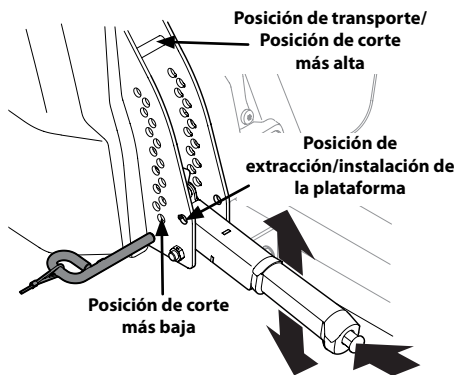

Figura 4-12
- a. Usando la manija de elevación de la plataforma, levante la plataforma a la posición que le ofrece mayor recorrido horizontal de la correa entre las poleas locas de la plataforma y la polea de la PTO en la base del motor. Consulte Figura 4-12.
- d. Baje la plataforma hasta la posición de extracción/instalación usando la manija de elevación de la plataforma. Consulte Figura 4-12.
- e. Baje la plataforma hasta la posición de extracción/instalación usando la manija de elevación de la plataforma. Consulte Figura 4-12.
1. Coloque la manija de elevación de la plataforma en la posición de corte más elevada. Vea la Figura 4-12.